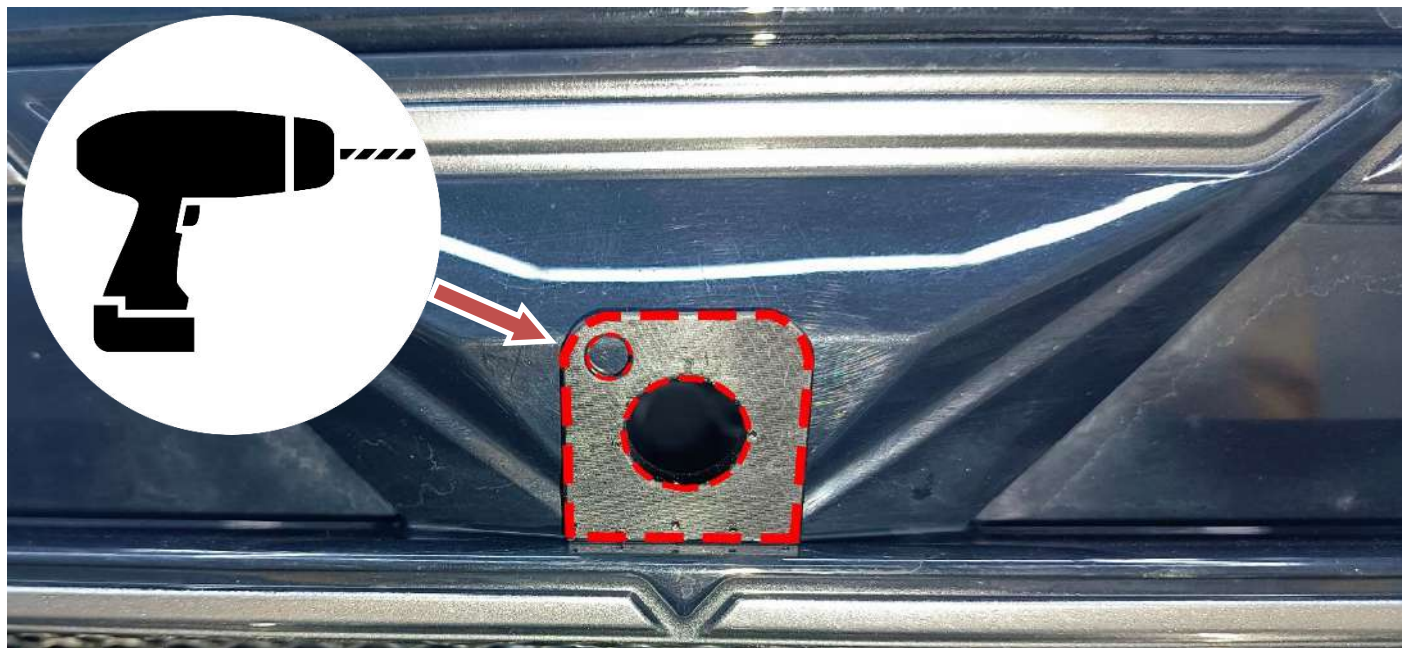

Рисунок 3
- установить шаблон и просверлить отверстие D 6 мм (рис.3);